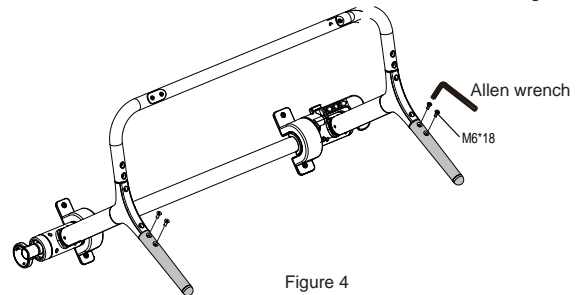

Figure 4
Step 5: Tighten the four M6*18 screws with an Allen wrench, as shown in Figure 4.
Шаг 5: Зафиксируйте передние нижние трубы четырьмя болтами М6*18 при помощи ключа идущими в комплекте. См. рис. 4.